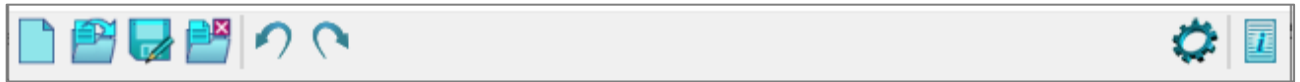

Рис. 138
16.2.1. При работе с проектом под заголовком главного окна будет выведена панель инструментов (рис. 138).